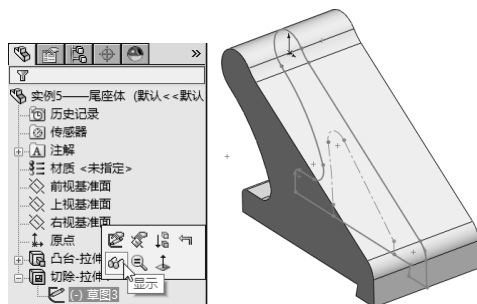

图 2-149 显示出“草图 1”轮廓线
STEP 6 右击左侧“特征树”中的刚创建的“凸台-拉伸”特征, 在弹出的快捷工具栏中单击“显示”按钮, 将此图线显示出来, 如图 2-149 所示。